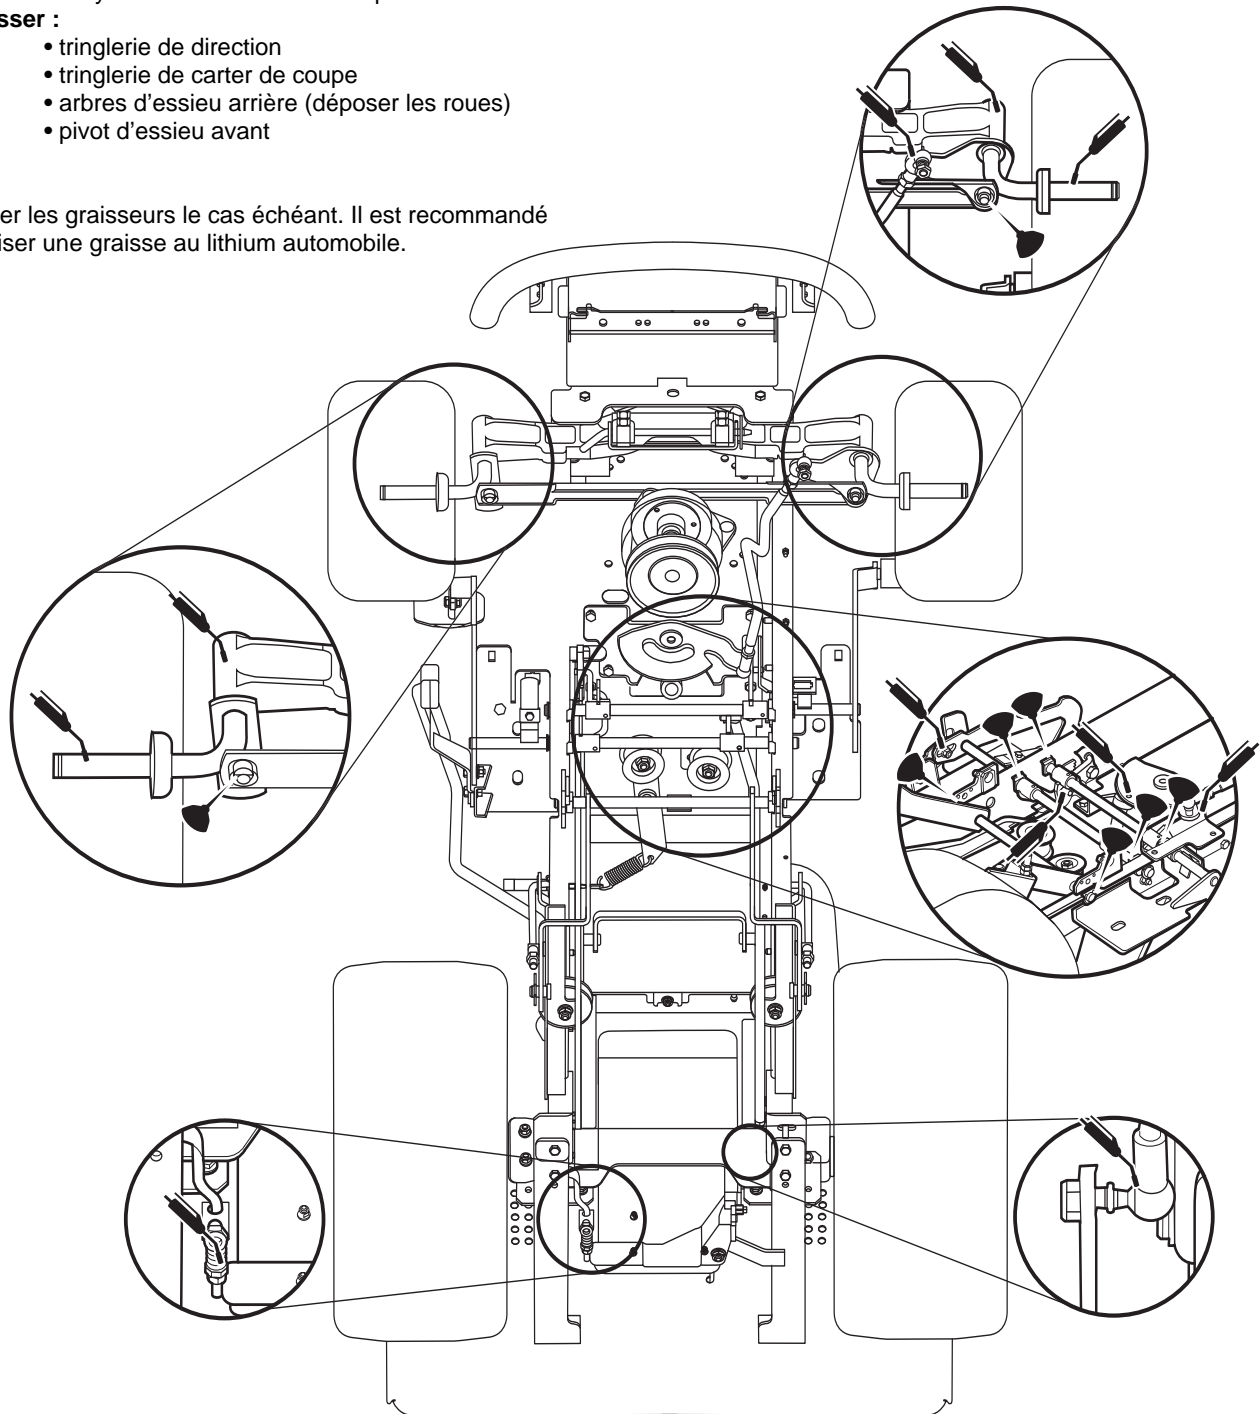

Figure 16. Points de lubrification du tracteur
3. Ramener légèrement le capot (B, Figure 16) et le soulever hors des broches de pivotement (C). Poser le capot sur surface propre et plane.
Lubrifier la machine aux points indiqués aux Figures 16 à 20, ainsi qu'aux points de graissage indiqués ci-dessous.